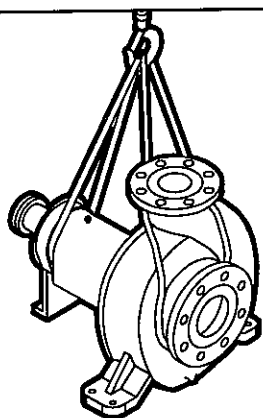
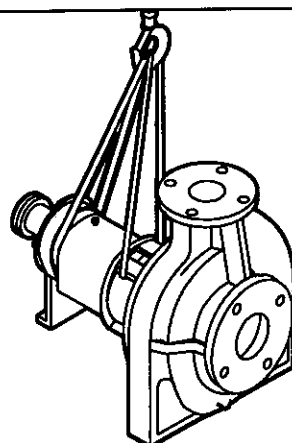

图 4
图 7
小心搬运泵, 起吊设备应能足以承受整个组件, 起吊泵时, 在吸入口法兰及轴承箱体处采用合适的吊索。起吊整机底板时在泵体及电机下用合适的吊索进行搬运, 如图4~7所示正确的起吊方法。
**注意:** 起吊 NM3196 或与吸入口法兰为一整体的金属部件, 采用图4~6方法不够安全, 应采用图7的方法进行。